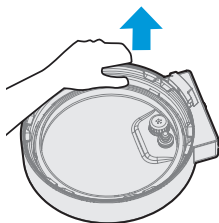

Fig. 5
1. Retire a borracha puxando-a cuidadosamente (Fig. 5).